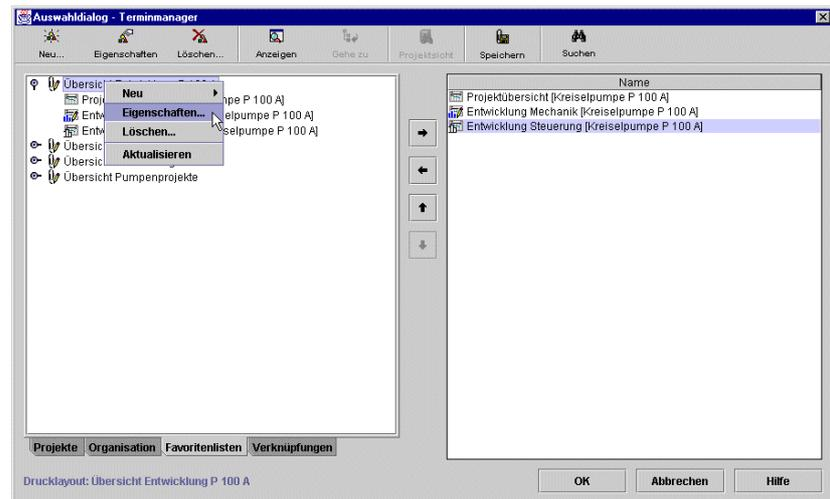
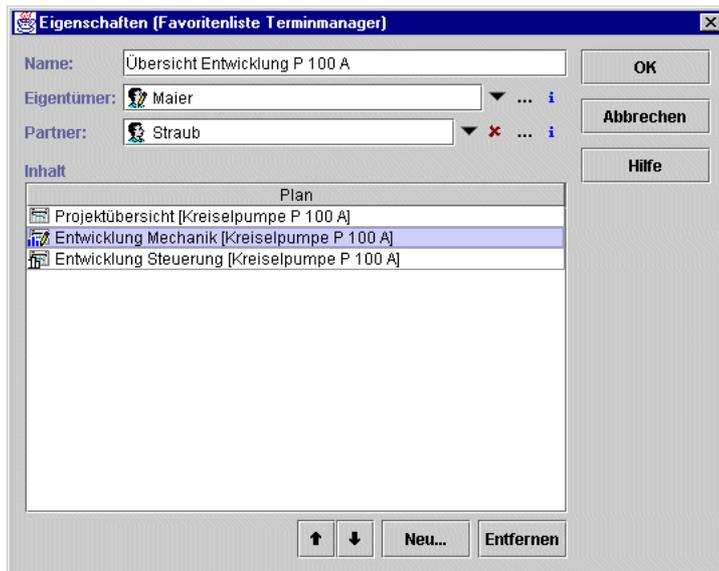

Abbildung 18: Aufruf der Eigenschaften der Favoritenliste
Abbildung 19: Der Eigenschaftsdialog für Favoritenlisten
3. Markieren Sie die zu modifizierende Favoritenliste und wählen Sie den Button *Eigenschaften* (Abbildung 18). Im *Eigenschaften*-Dialog (Abbildung 19) können Sie folgende Änderungen vornehmen: